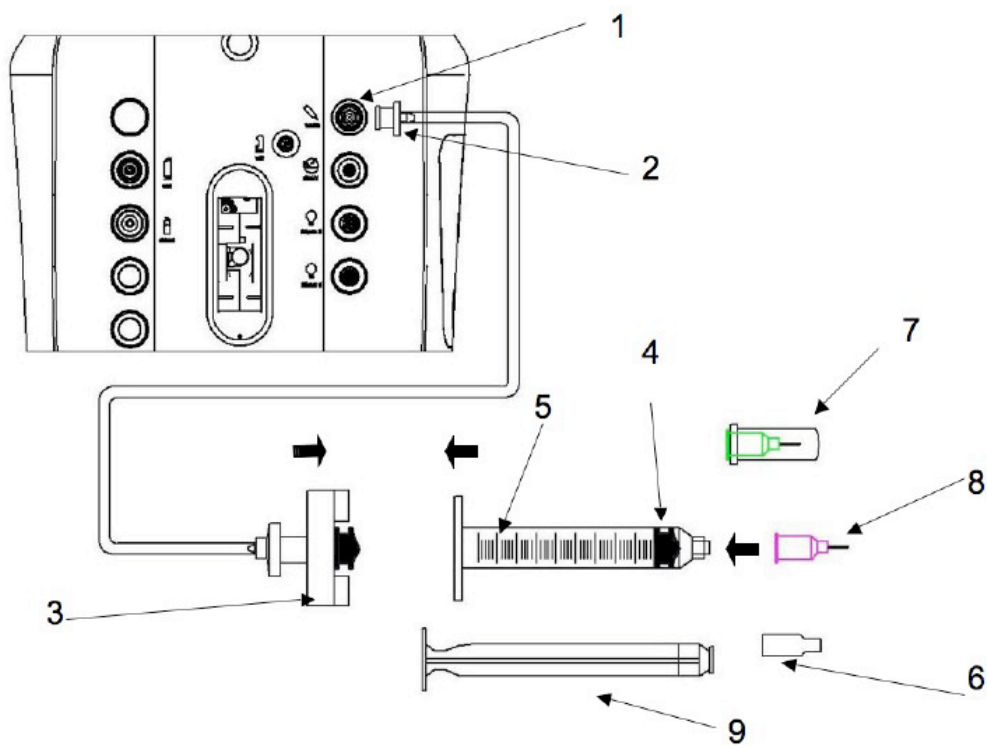

Figura 4.21. Ajustes de extracción de líquido viscoso.
3. Retire el capuchón de la jeringa (elemento 6 de Figura 4.21). (Esto debe hacerse antes del paso 4.)
5. Conecte el acoplador de jeringa de los tubos de líquido viscoso a la jeringa vacía. Gire el acoplador para que quede firmemente sujeto a la jeringa. (Consulte Figura 4.21.)
7. Retire la cubierta de la cánula (8) antes de utilizarla.